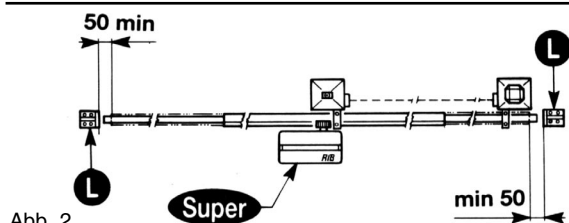

Abb. 2
- Ausser der elektrischen und mechanischen Endschanter, die mit der Steuerung verbunden werden ist es ratsam einen festen Endanschlagpunkt am Boden zu befestigen. Der im gegebenen Fall einer Fehlfunktion der elektronik den Antrieb mit seinen kinetischen und statischer Groesse zum halten bringt (12)(Bild 2).
Es ist notwendig, am Ende der Führung zwei mechanische Stoppvorrichtungen zu befestigen (12) (Abb. 2).